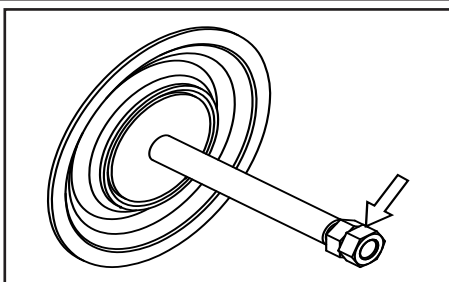

Figure 19
- Otez les écrous du côté opposé en utilisant le deuxième écrou comme un contre-écrou. (voir figure 19).